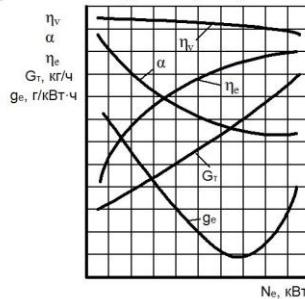

Рисунок 1 – Нагрузочная характеристика двигателя
**24. Нагрузочная характеристика двигателя (рис. 1) – это графическая зависимость ...**